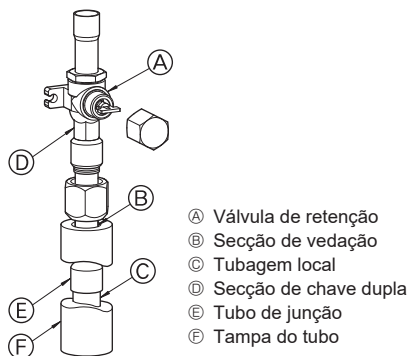

Fig. 4-3
③ Utilize o seguinte procedimento para ligar a tubagem do lado do gás. (Fig. 4-3)